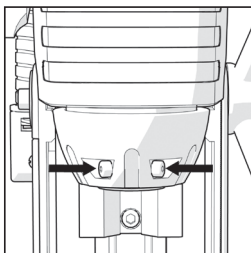
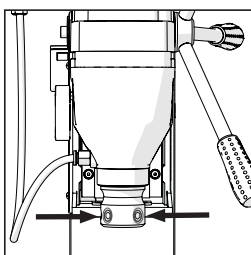

Fig. 8
Fig. 9
- Kontrollera att skivans ställskruvar som finns i gängans ände inte sticker in i gängans hål. (EVOMAG42 - **Fig.8.**) (S28MAG - **Fig.9**)